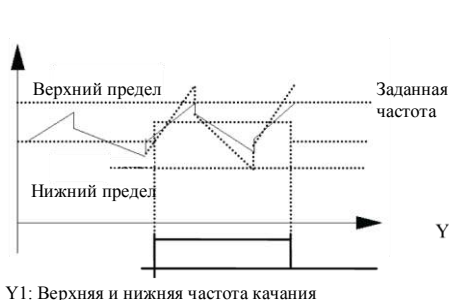

Рис.7-22 Предел амплитуды качания
20. Сигнал останова преобразователя частоты из-за низкого напряжения (LU). Если частотный преобразователь работает, а напряжение шины постоянного тока ниже предельного значения, выдает индицирующий сигнал.
28. Верхний и нижний пределы частоты качания. Если после выбора функции качания диапазон отклонения частоты рассчитанный по центральной частоте превышает верхний предел F01.11 или ниже нижнего предела F01.12, выдается индицирующий сигнал, как показано на Рис. 7-22.